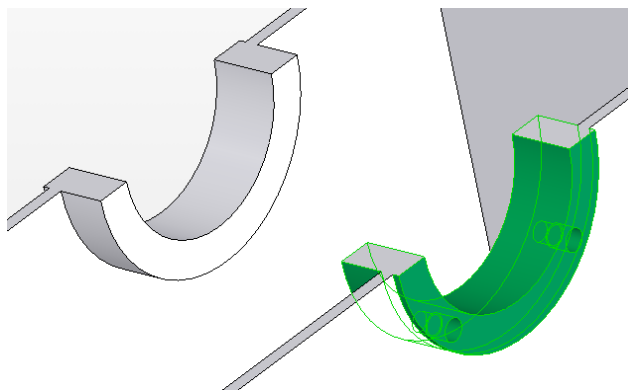

Рис. 42
3. Нажмём клавишу Enter или кнопку Ok  (рис. 42).